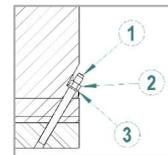

Figura 4.12: Set tasselli
Dopo aver allineato l'insieme e aver garantito un perfetto allineamento (sia caldo che freddo), il motore deve essere tassellato alla piastra d'ancoraggio o alla base, come mostrato in Figura 4.12.
**Figura 4.12 legenda:**